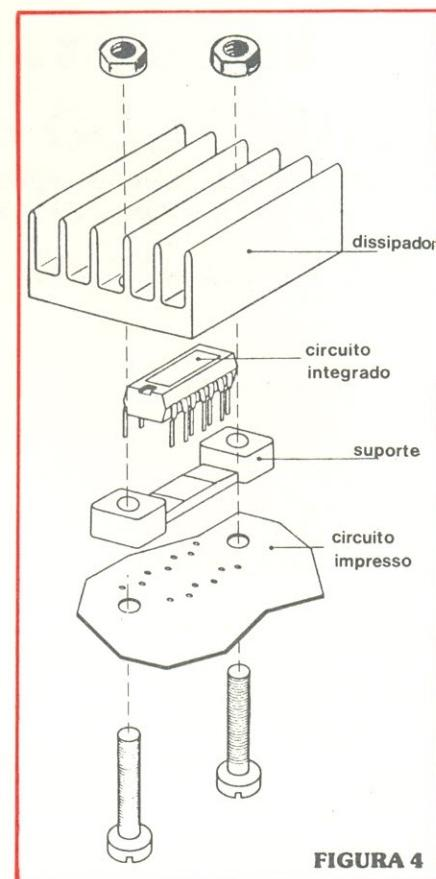
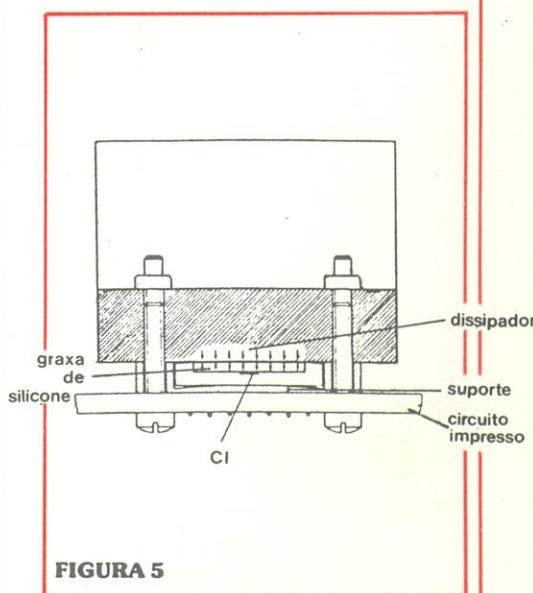

FIGURA 4
FIGURA 5
5) — Esta já é uma etapa mais delicada; consiste em montar o integrado, com seu suporte plástico e o dissipador, sobre a placa. Observe atentamente a figura 4, que fornece as instruções para se efetuar tal montagem. Uma boa medida é de aplicar um pouco de graxa de silicone entre o corpo do integrado e o dissipador, para garantir uma boa transferência de calor (veja figura 5).